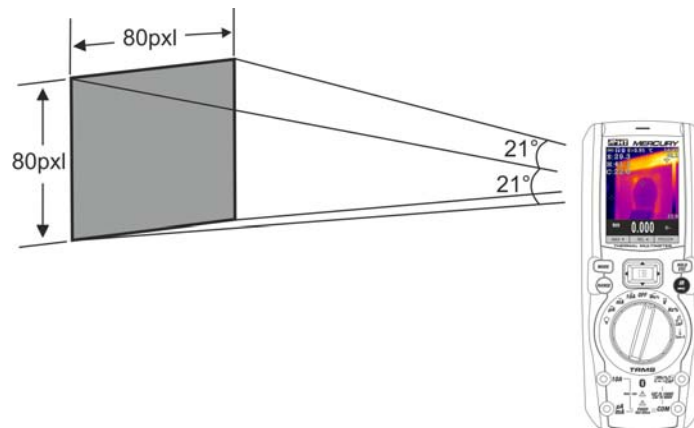

Fig. 39: Representación del campo visual (FOV) del instrumento MERCURY
7. Para medidas precisas de temperatura asegúrese de que la superficie del objeto en prueba sea siempre mayor de la superficie efectivamente medible por el instrumento expresada por su campo visual (FOV = Field Of View). El instrumento MERCURY tiene un campo visual igual a $21^\circ \times 21^\circ$ y un vector de detección de 80×80 (6400) pxl como se muestra en Fig. 39